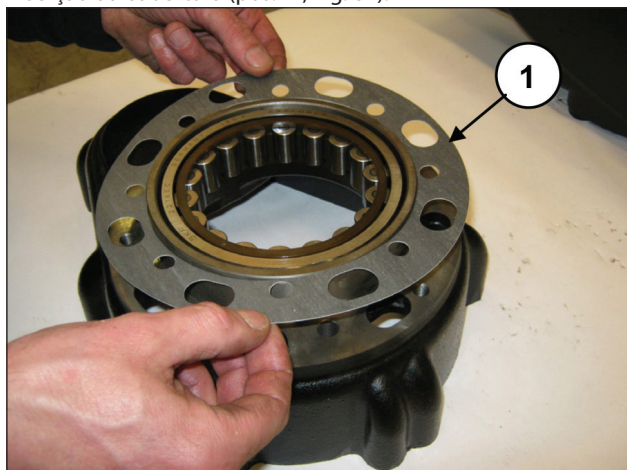
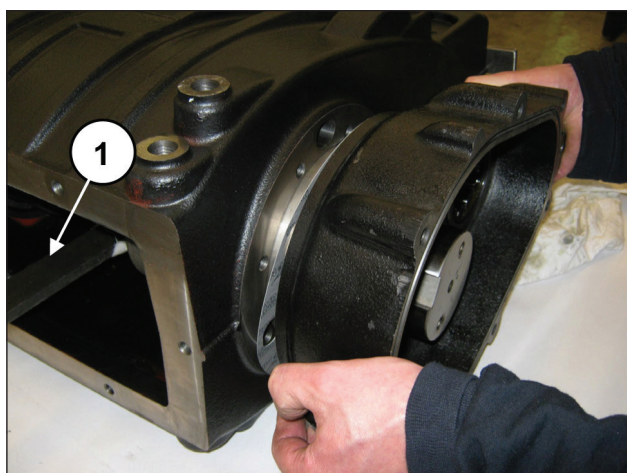

Fig. 63
Fig. 64
Do lado oposto, insira o forro lateral na caixa do redutor (pos. ①, Fig. 63) e levante o eixo de manivela para favorecer a inserção da cobertura (pos. ①, Fig. 64).